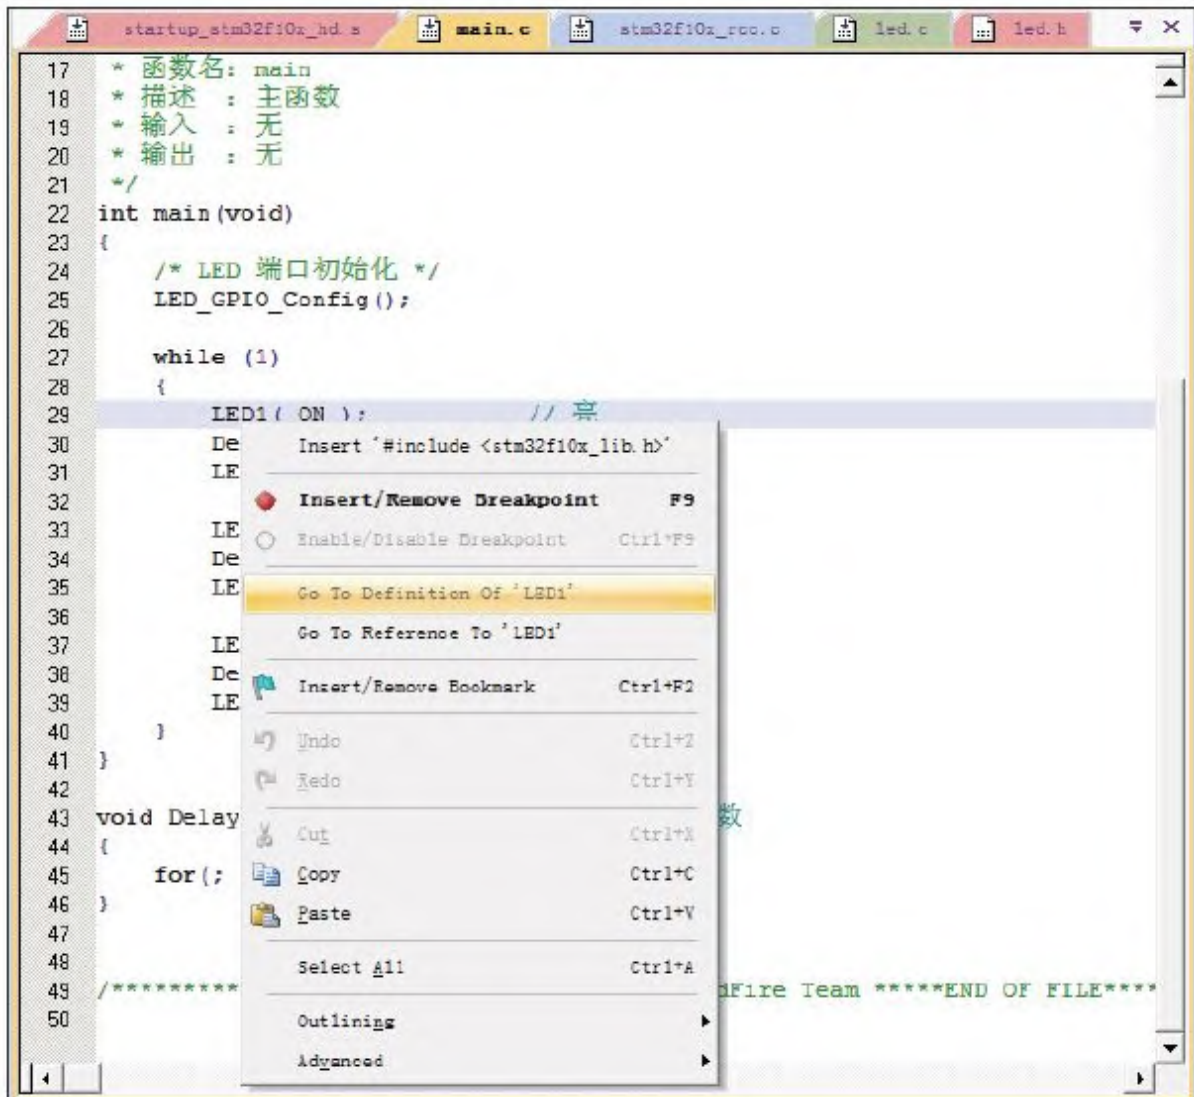

图 5-12 查看变量或宏定义
2) 有读者问，宏定义怎么这么多？如何快速查找宏或函数的定义？对着要查找的宏或函数按右键，选择“GO To Definition of ‘××’”就可以快速跳转。见图5-12。